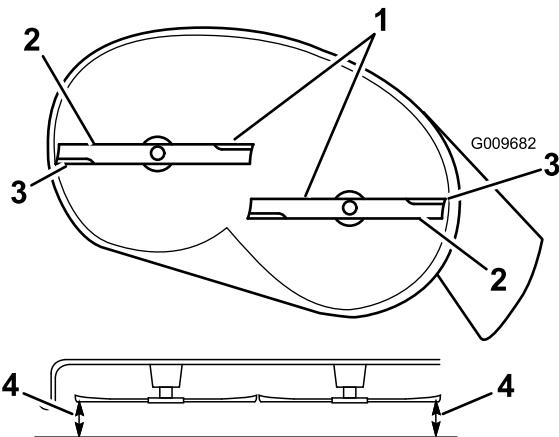
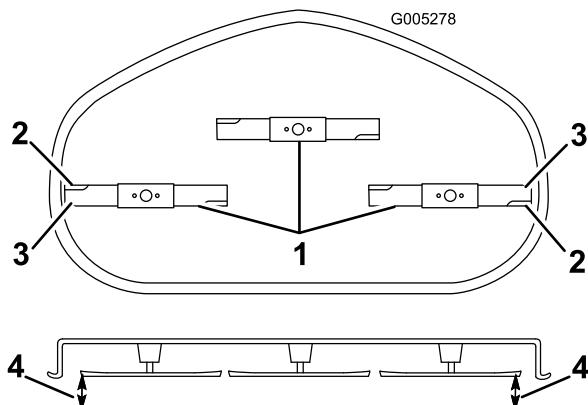

Figura 59
Figura 60
- Rode cuidadosamente as lâminas para que todas estejam alinhadadas (Figura 59 e Figura 60).
- Meça entre as extremidades de corte exteriores e a superfície plana (Figura 59 e Figura 60). Se ambas as medições não se encontrarem dentro do intervalo de 5 mm, é necessário um ajuste, continue com este procedimento.